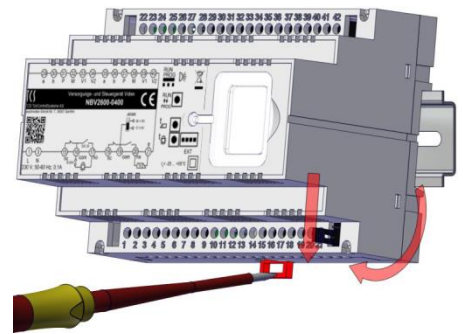

Abb. 4: Demontage von der Hutschiene
- ▶ Drücken Sie mit einem Schraubendreher die Hutschieneverriegelung des Gehäuses nach unten (Abb. 4).